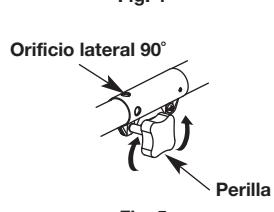

Fig. 5
- Gire la perilla en sentido antihorario para aflojarla (Fig. 5).
- Gire la perilla en sentido horario para ajustarla (Fig. 5).
Para recortar bordes mientras usa el accesorio de corte de cabeza de línea con modelos Rapid-Link™, trabe el botón de desconexión en el orificio lateral de 90° (Fig. 5).